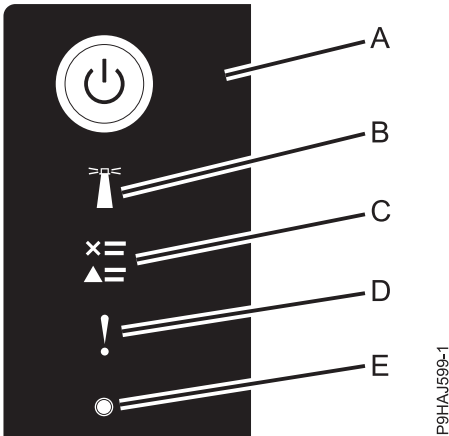

図 28. コントロール・パネルの LED
- 次の図に示す電源 LED (A) が明滅している。
3. 35 ページの図 28 に示すように、コントロール・パネル上の電源ボタン (A) を押します。